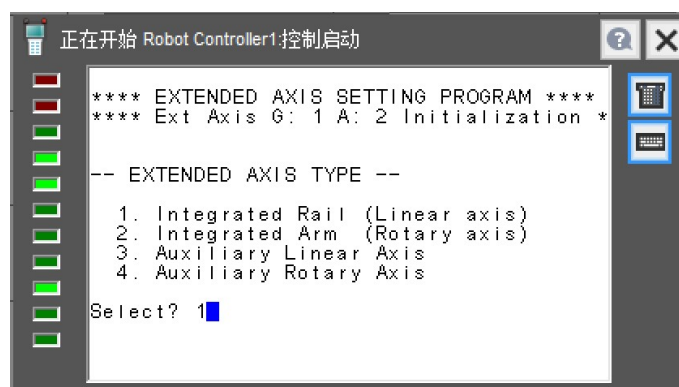

图 4.1.9
- 9) 在图 4.1.9 中，选择扩展轴类型，该选项比较重要，当选择 3 的时候，机器人的扩展轴是独立运动的，也就是说机器人设置好的用户坐标系会跟着机器人导轨的运动而运动；而当选择 1 的时候，机器人的扩展轴跟机器人是联动的，用户坐标系不会随着导轨的运动而发生变化，如果带有导轨的机器人需要采用 Remote TCP 功能，就必须采用 1，需要联动的扩展轴。当扩展轴是独立运动时，在此处输入 3，点击 ENTER 键确认。